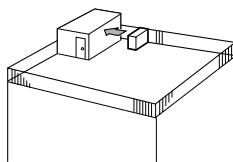

Fig. 2-3
- ① Richt de luchtauitlaat naar de dichterbijzijnde muur, op ongeveer 100 cm van de muur. (Fig. 2-3)